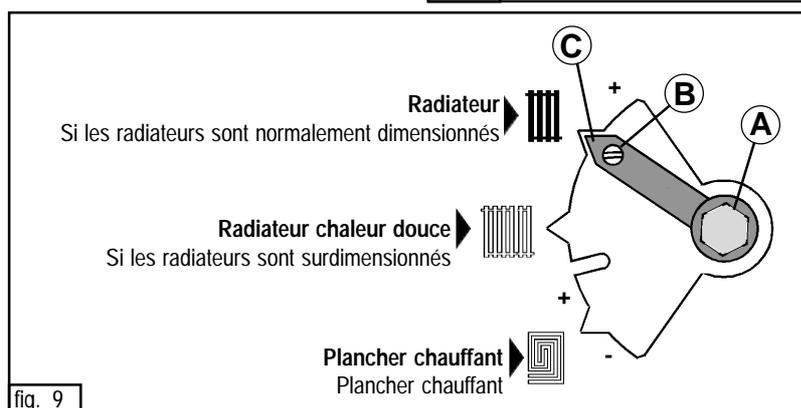

fig. 9
Pour modifier cette position il faut (fig. 9) :
- Débloquer légèrement le presse étoupe (A) à l'aide d'une clé de 13
- Déplacer l'index (C) face au repère souhaité d'après les indications ci-contre (fig. 9).
Pour passer dans la zone de réglage **Plancher chauffant**, (II) il faut (fig. 9) :
- Dévisser la vis (B)
- Déplacer l'index (C) dans la zone **Plancher chauffant** face au repère souhaité
- Bloquer modérément le presse-étoupe (A) et la vis (B).